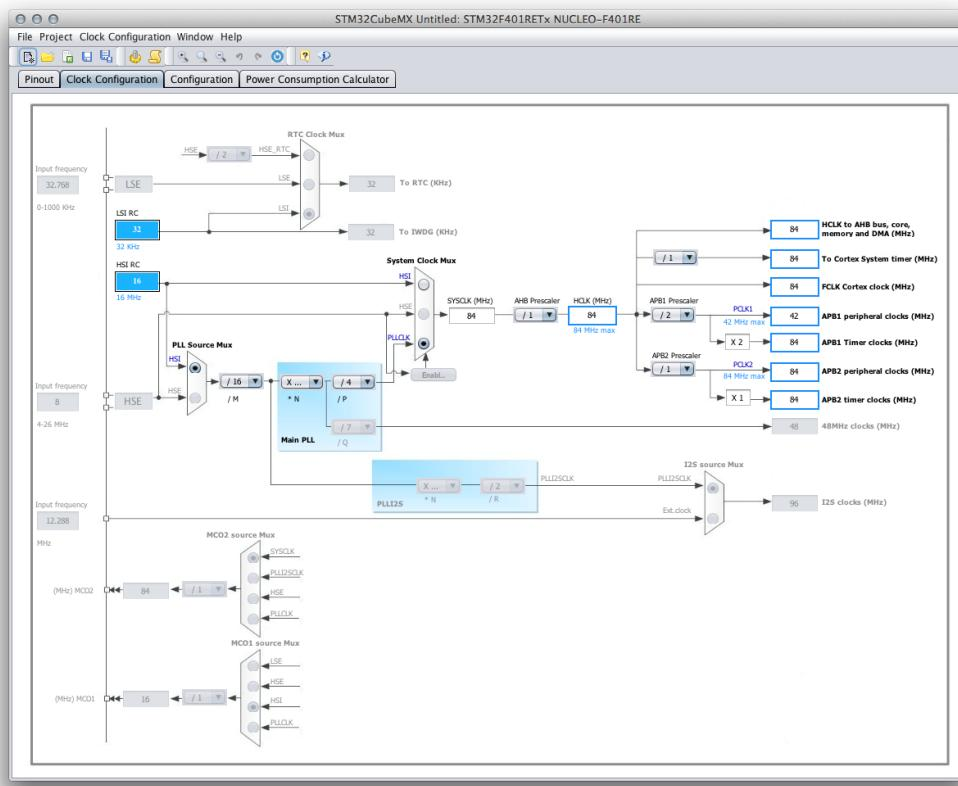

Рисунок 8: Представление Clock Configuration в CubeMX
*Представление Clock Configuration* («Конфигурация тактирования») – это область, где происходят все конфигурации, касающиеся управления тактированием. Здесь мы можем установить тактирование как основного ядра, так и периферии. Все источники тактового сигнала и конфигурации блока PLL (ФАПЧ) представлены графически (см. рисунок 8). Когда пользователь впервые видит данное представление, он может быть озадачен количеством параметров конфигурации. Однако, немного потренировавшись, он поймет, что это самый простой способ справиться с конфигурацией тактирования STM32 (которая довольно сложна по сравнению с 8-разрядными микроконтроллерами).